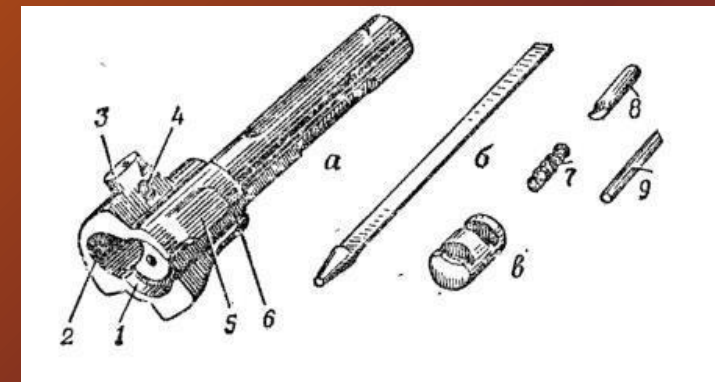

Рис. 32 -Затвор
17. Затвор (рис. 32) служит для досылания патрона в патронник, закрывания канала ствола, разбивания капсюля и извлечения из патронника гильзы (патрона). Затвор состоит из остова, ударника, выбрасывателя с пружиной и осью, шпильки.